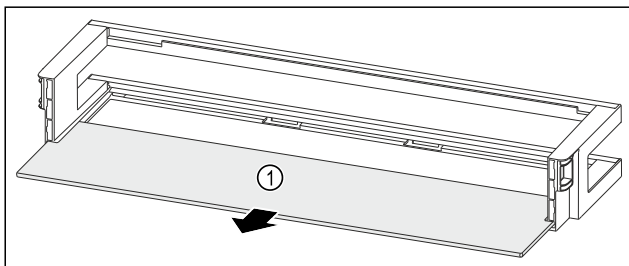

Fig. 221 Raft montat pe ușă cu raft
- ▶ Extrageți raftul Fig. 221 (1).